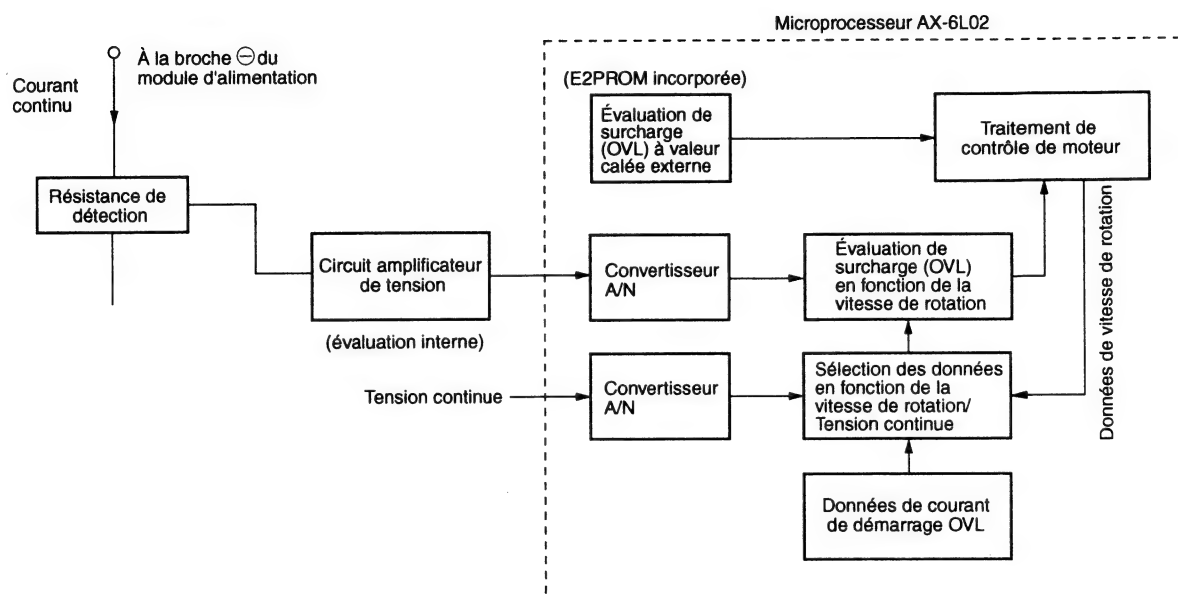

Fig. 8-1 Configuration de système de contrôle de surcharge
- Fig 8-1 représente la configuration du système de contrôle de surcharge et Fig. 8-2 indique le schéma des caractéristiques de valeur d'évaluation de surcharge. Deux évaluations sont exécutées. L'une d'elle est une évaluation externe : la valeur calée externe et la valeur de courant continu sont comparées à des fins d'évaluation quelle que soit la vitesse de rotation. L'autre est une évaluation interne : la valeur calée variant en fonction de la vitesse de rotation programmée dans le microprocesseur est comparée à la valeur de courant continu à des fins d'évaluation.